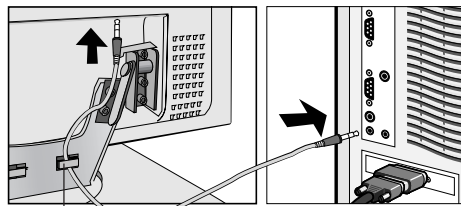

Figura A.1
2. Togliere il coperchio connettore e il coperchio cavo. Collegare il cavo audio al di sotto del monitor "AUDIO INPUT" e all'altra estremità del terminale del computer "Audio out". Far passare il cavo audio sotto la graffa B (**Figura A.1**).